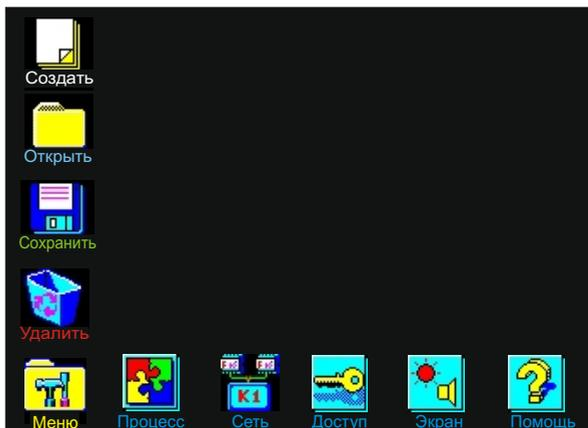
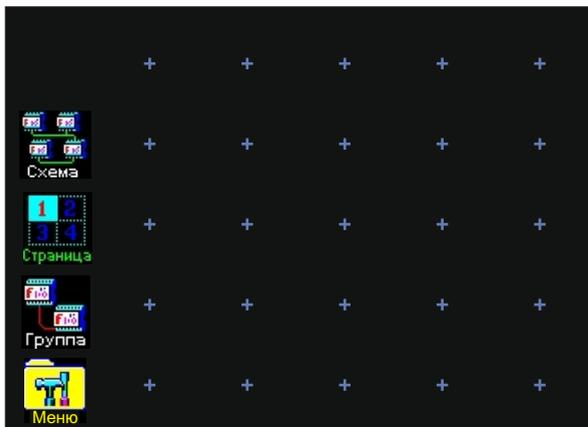

Рис. 2. Основное меню
Рис. 7. Окно программирования
6.4 Для входа в основное меню - нажмите на пиктограмму "Меню", после чего экран приобретет вид, изображенный на Рис.2.
7.3.2 В основном меню контроллера нажмите на пиктограмму "Создать" (Рис. 2), после чего рядом с ней появится пиктограмма "Схема", после выбора которой открывается окно программирования, состоящее из поля программирования с обозначенными местами установки функциональных блоков и нескольких обслуживающих пиктограмм: **Схема, Страница, Группа** (Рис. 7).
7.3.15 Для **сохранения** введенных в схему изменений необходимо с помощью пиктограммы **Меню** выйти в основное меню (Рис. 2), в котором выбрать пиктограмму **Сохранить**. Далее нажмите на появившуюся пиктограмму **Схема**, после чего на экране появится пиктограмма подтверждения сохранения схемы. После выбора кнопки "Да" происходит запись схемы в энергонезависимую память.